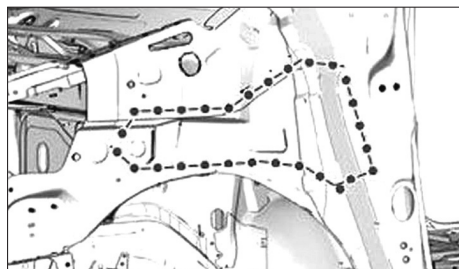

FIG. 40
- Préparer les bords d'accostage et les protéger par un apprêt soudable (Fig.40).